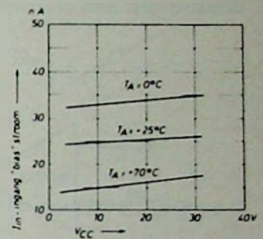

Fig. 4
- Lage ingangs „bias” stroom (fig. 4) : 35 nA